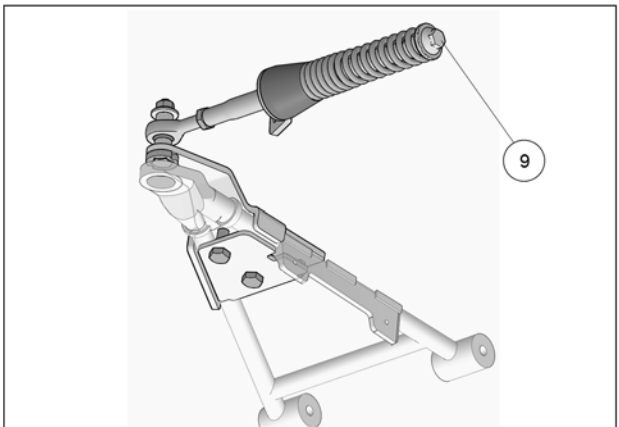

Fig. 19
9. Vérifier que le boulon du ressort (6) est serré au couple recommandé : 75 N•m [55 lb•pi]. Fig. 19